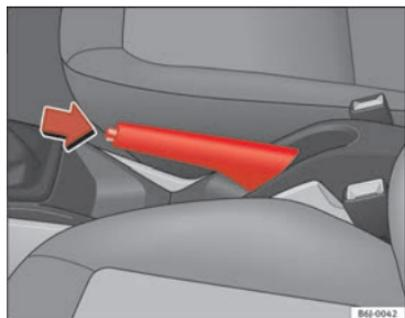

Fig. 104 Freno de mano entre los asientos delanteros
- Tire con fuerza de la palanca del freno de mano hacia arriba ⇒ fig. 104.
- Tire ligeramente de la palanca hacia arriba, presione el botón de desbloqueo en la dirección de la flecha ⇒ fig. 104 y baje completamente la palanca ⇒ ⚠.